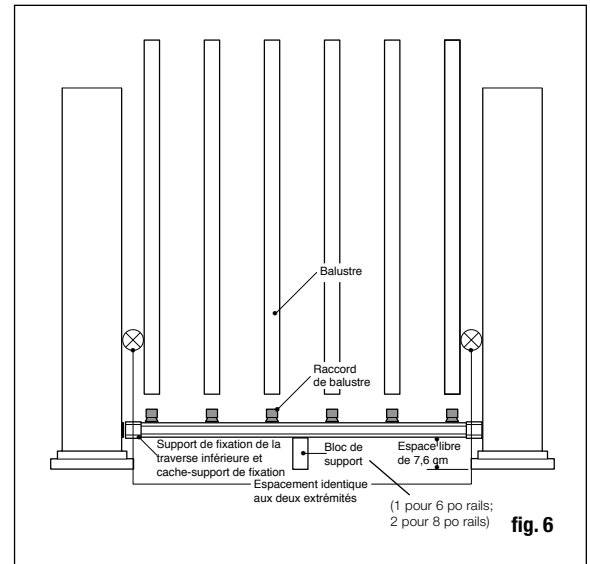

fig. 6
Étape 6 : Mesurez la distance entre les manchons de poteaux installés pour déterminer la longueur des traverses du haut et du bas. Placez la traverse inférieure en position près des poteaux et ajustez afin que la distance entre le premier trou de balustre et le poteau devrait être de moins de 2 po et égale des deux côtés (fig. 6). Marquez la traverse. Coupez la traverse inférieure. Coupez la traverse du haut à la même espacement et longueur.
Étape 8 : Trouvez le centre de la base de la traverse du bas et fixez le raccord de balustre inclus avec le bloc de support, en utilisant les vis fournies. Vérifiez les exigences du code de la construction quant à l'espacement maximum entre la surface de la terrasse et le bas de la traverse (espace de balayage). Nous recommandons 7,6 cm (3 po), mais peut être moindre si désiré. Si nécessaire, coupez le bloc de support à la hauteur désirée (fig. 6). Un pied de support est requis pour un rail-guide de 6 pi tandis que deux pieds de support sont requis pour une traverse horizontale de 8 pi ou le garde-corps d'escalier ne sera pas installé correctement.
Étape 9 : Placez les couvre-supports et supports de traverse horizontale aux extrémités de la traverse inférieure. Installez le bloc de support et appuyez la traverse du bas entre les poteaux en utilisant des blocs coupés à la bonne taille. Vérifiez que la traverse est à niveau. En utilisant le support horizontal comme guide, marquez la position des vis sur le manchon de poteau et sur les deux extrémités de la traverse. Percez des avant-trous de 1/8 po dans le manchon de poteau et la traverse. Fixez le support horizontal au manchon de poteau grâce à des vis à tête carrées n° 8-15 x 2" - n° 2, puis fixez le support à la traverse en utilisant des vis à têtes carrées autotaraudeuses n° 10-16 x 3/4" - n° 2 (fig. 6).